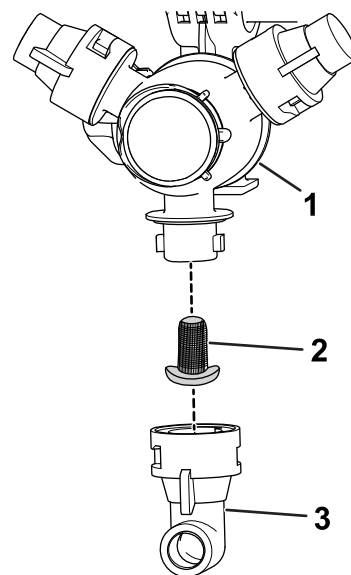

Figura 98
2. Retire la boquilla de la torreta de fumigación (Figura 98).
3. Retire el filtro de la boquilla (Figura 98).
5. Instale el filtro de la boquilla (Figura 98).
6. Instale la boquilla en la torreta de fumigación (Figura 98).